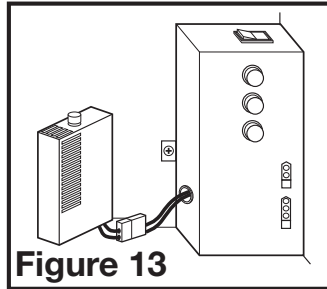

Figure 13
- 3b. **MODÈLES DÉTECTION D'HUMIDITÉ:** branchez les câbles à 2 broches du ventilateur et les câbles à 3 broches de connexion rapide du moteur dans la prise correspondante située sur le couvercle du compartiment de fil. Ces câbles ne s'adaptent que dans un sens dans les réceptacles (Figure 13).